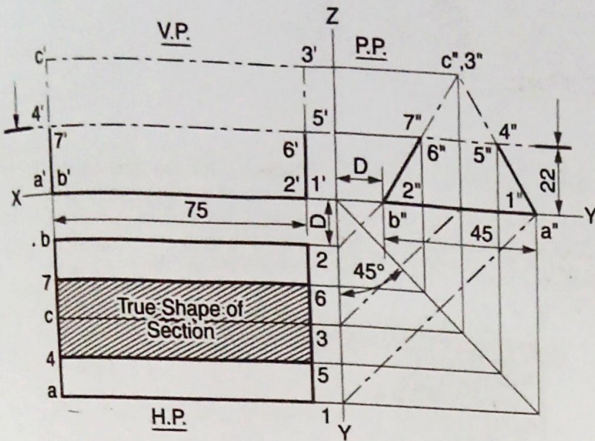

Fig. 14.3.
**SOLUTION:** Refer Fig. 14.3.